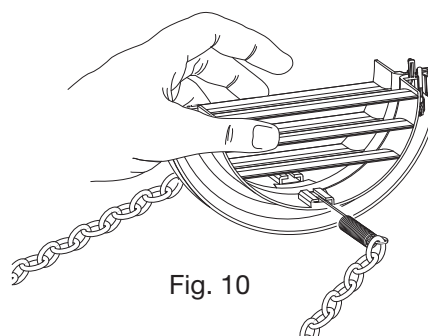

Fig. 10
- Repliez les grilles externes en les saisissant avec votre main libre où elles se replient et insérez vos doigts à l'intérieur des lamelles individuelles. (Fig. 10)